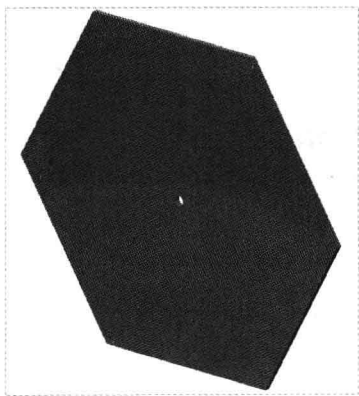

图 7-41 图形文件
Step 01 按【Ctrl+O】组合键，打开图形文件，如图 7-41 所示，在模型树中选择“拉伸 2”选项，在“功能区”选项板的“模型”选项卡中，单击“编辑”面板中的“阵列”按钮.